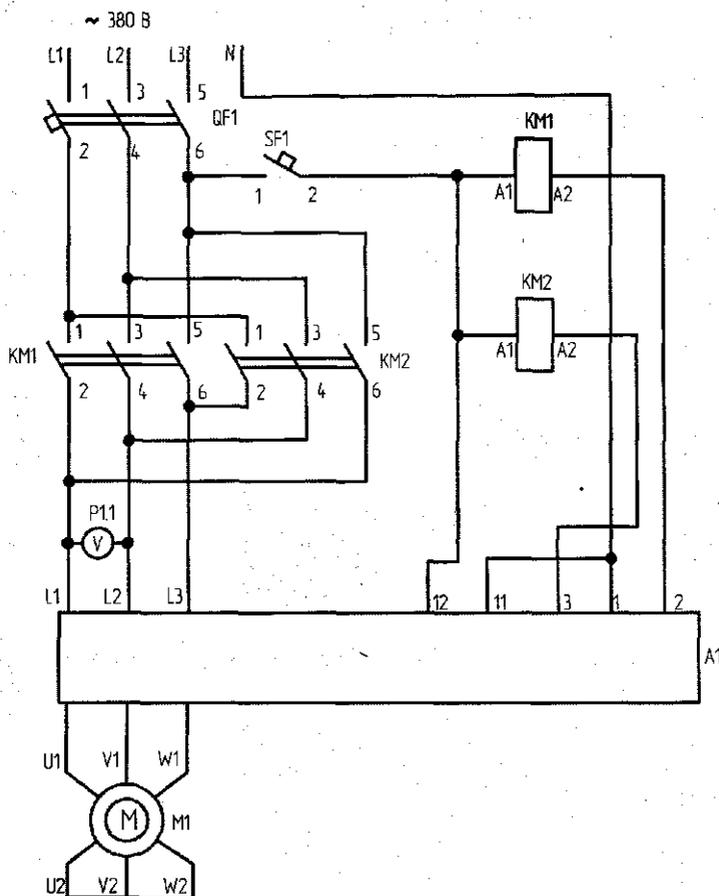
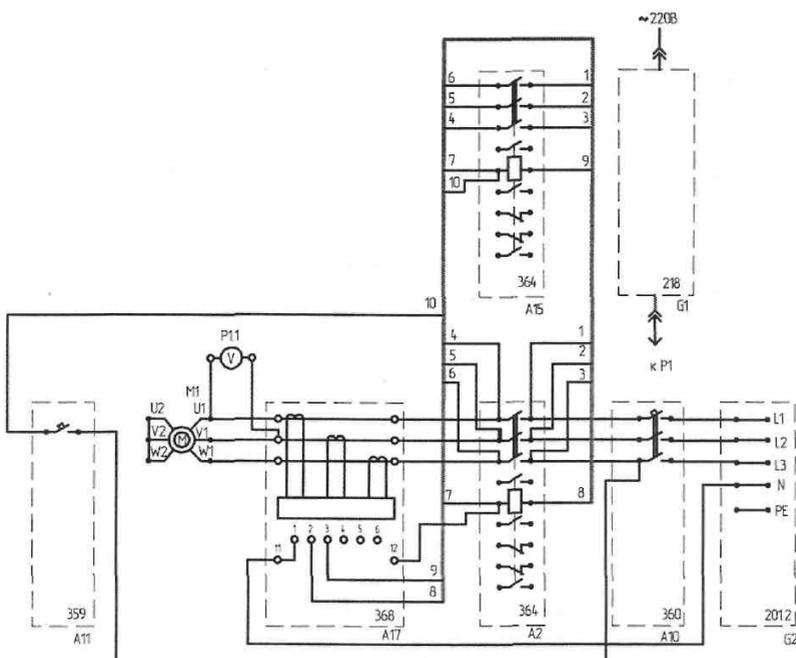

Рис. 9.1. Схема электрическая принципиальная микропроцессорного блока управления и защиты асинхронного двигателя
Рис. 9.2. Электрическая схема соединений элементов стенда
2. Схема электрическая принципиальная показана на рис. 9.1, электрическая схема соединений – на рис. 9.2.